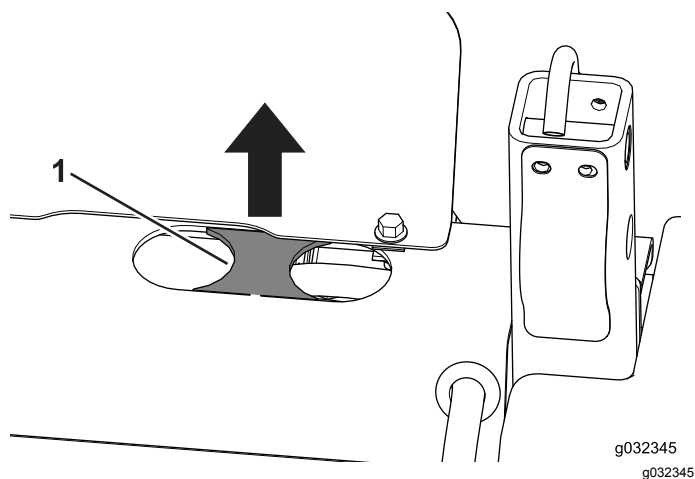

Bild 15
- Entfernen Sie die Ausstanzung (falls vorhanden) zwischen den zwei Löchern (Bild 15).